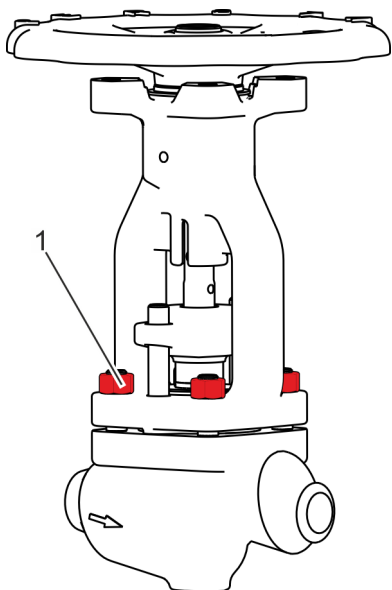

Fig. 42: Retirar las tuercas del bonete
13. ➤ Suelte y retire las tuercas del bonete (Fig. 42/1).